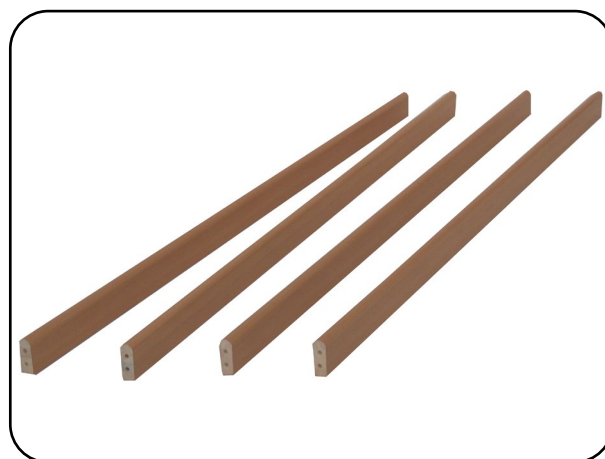

Fig. 6.6.02 – Wood side bar slats
- 4 x wood side bar slats, long (Fig. 6.6.02)